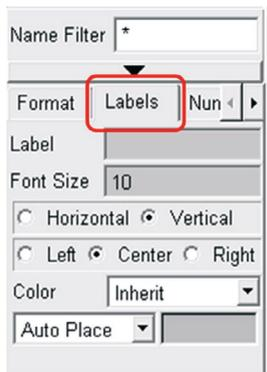

Figura 4.178 – Editando o eixo *haxis*.
- No editor de propriedades, selecione o campo *Labels* (Figura 4.178).